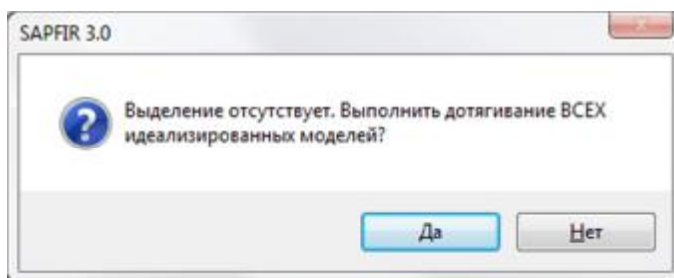

Рис. 3.13. Диалоговое окно SAPFIR 3.0
► Для корректности дальнейшего поиска пересечений щелкните по кнопке  – **Дотянуть края стержней и пластин до осевых непараллельных им элементов** и в появившемся диалоговом окне (рис.3.13) щелкните по кнопке **Да**.